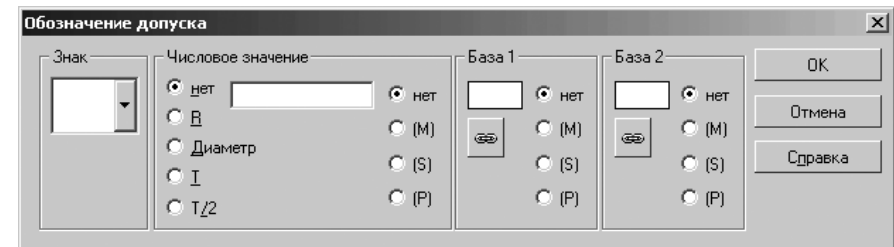

Рис. 5.24. Диалоговое окно **Обозначение допуска**
- опция (флажок) **Таблица** вызывает диалоговое окно **Обозначение допуска** для создания таблицы, в которой можно выбрать нужные параметры для ввода в ячейки таблицы (рис. 5.24);
- щелкните на **Панели свойств: Допуск формы** в разделе **Таблица** по кнопке **Создание таблицы в полуавтоматическом режиме**. Появится диалоговое окно **Обозначение допуска** (см. рис. 5.24);